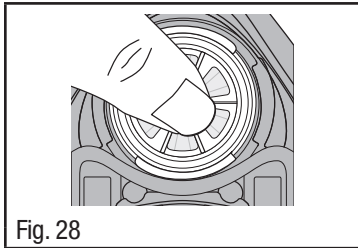

Fig. 28
5. Com o polegar, pressione o centro do diafragma de voz, empurrando-o totalmente para dentro da abertura, de modo a garantir que esteja assentado de maneira uniforme e completa (Fig. 28).